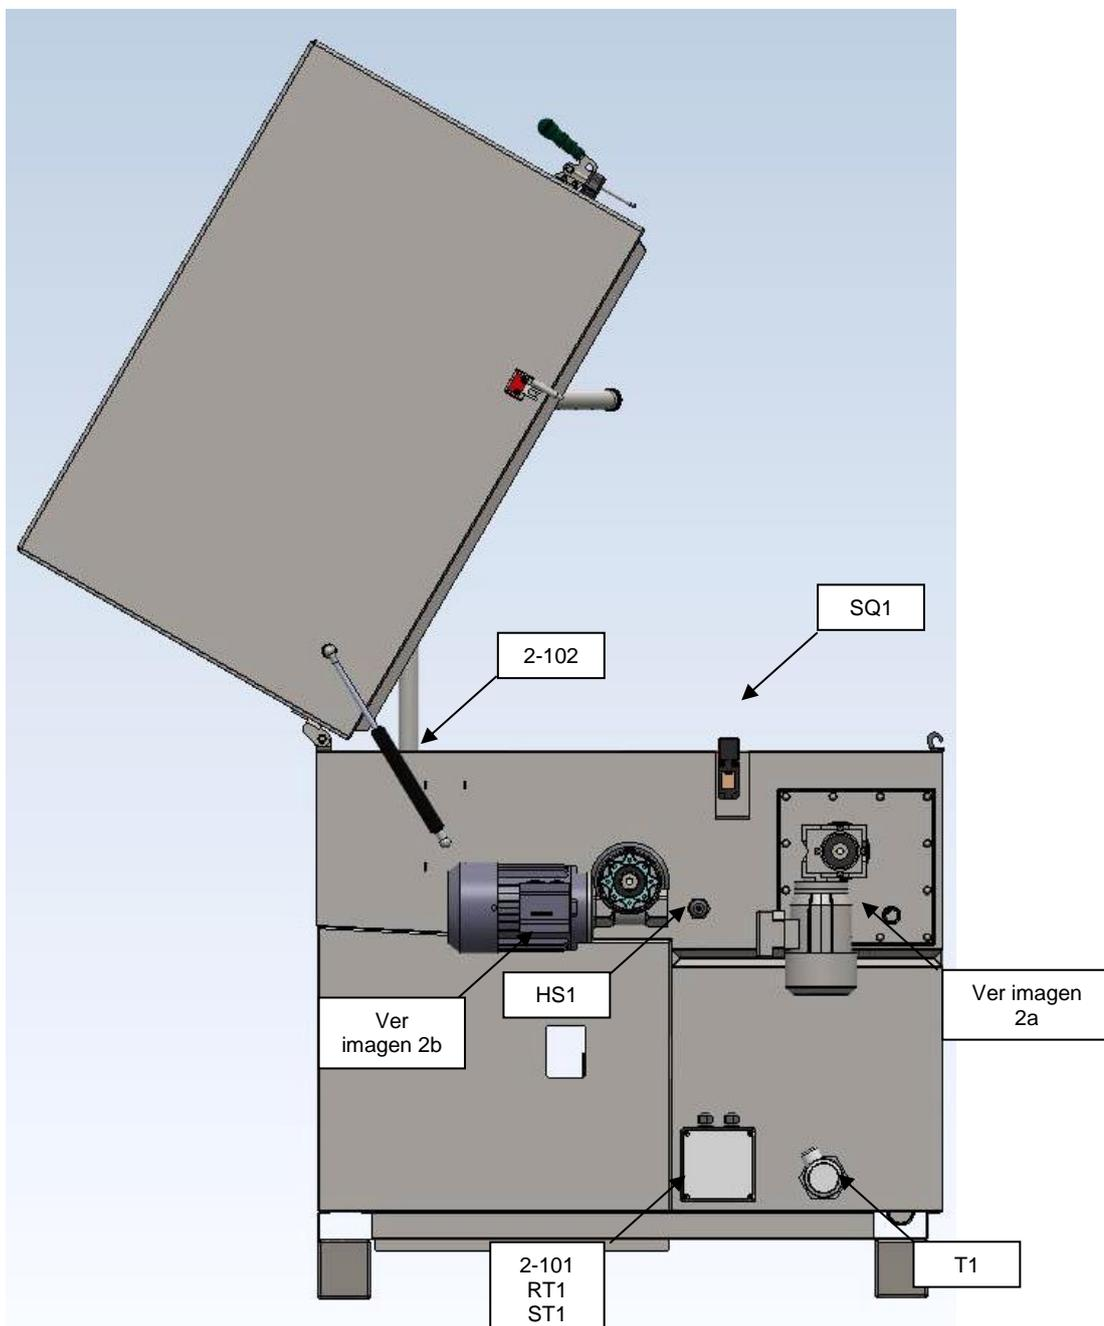

Imagen 2. Vista del lado izquierdo de la máquina
- Junto a la resistencia, se fija la caja de cableado en la pared de la base (pos. 2-101) (ver la imagen 2), y en ella pasan los tubos con el sensor de temperatura del líquido (pos. RT1), que mantiene la temperatura deseada del líquido en el valor ajustado. Junto con el sensor, se coloca en el sumidero una sonda térmica fusible (pos. ST1). Esta forma parte del circuito de seguridad de la máquina. Si el control falla, la temperatura del líquido empieza a subir peligrosamente. Si la temperatura supera los 95°C, se rompe el fusible térmico y se interrumpe la alimentación del calentador, deteniéndose el calentamiento del líquido. Cuando descienda la temperatura, el fusible térmico queda desconectado y se debe restablecerse manualmente una vez corregida la avería.
- El sensor de nivel mínimo (pos. HS1) (ver la imagen 2) forma parte del circuito de seguridad de la máquina. Si el nivel de líquido desciende por debajo del límite de seguridad, el relé de nivel interrumpe o no permite iniciar el proceso de lavado.
- Para aumentar la seguridad del operador de la máquina durante los procesos tecnológicos de lavado en curso, se instala un interruptor de seguridad de la tapa entre la tapa y la bañera (pos. SQ1) (ver la imagen 2). Cuando se desconecta, el circuito de seguridad termina el ciclo en curso o bloquea el arranque no deseado de la máquina cuando la tapa está abierta.